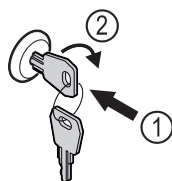

Fig. 123 Esimerkkikuva
- Paina avain lukkoon Fig. 123 (1).
- Kierrä avainta 90° myötäpäivään Fig. 123 (2).